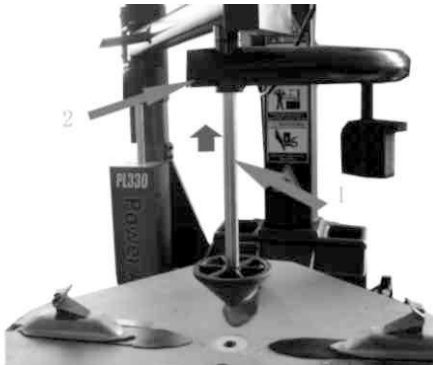

Рис. 31
6.1.6 Подсоедините шланг подачи воздуха (рис. 31 -2) и используйте Y-образный тройник для подсоединения выпускного шланга, а другой конец соедините с входным отверстием вспомогательного клапана регулировки давления.